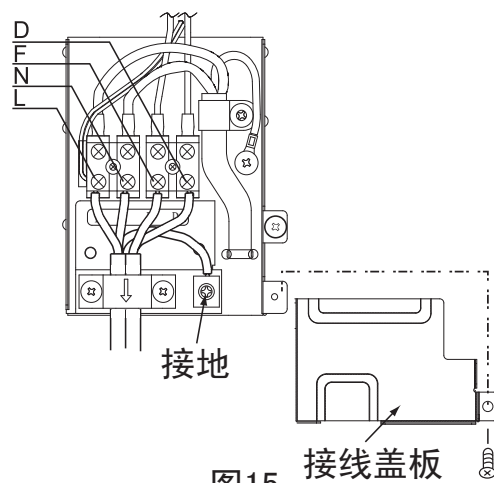

图15
- 先将连接电缆如下图将头部弯折。（如图15）
- 连接电缆连接结束后，必须按图15所示装上接线盖板。
- 然后用手将面框右下角风室下盖板 ⑤、⑥ 处的勾子沿箭头相反方向推紧，装上风室下盖板。